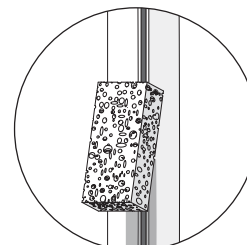

Fig. 18
- 7.6 Nettoyez l'excédent avec une éponge à coulis humide. **(Fig. 18)**